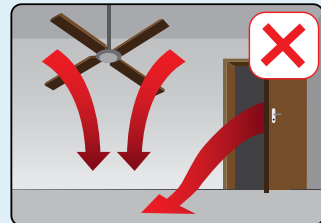

Abb. 5
- Stellen Sie es nicht vor Lüftungsschlitzen von Klimaanlage, unter Ventilatoren und direkt vor Türen oder unter Fenster auf (Abb. 5)